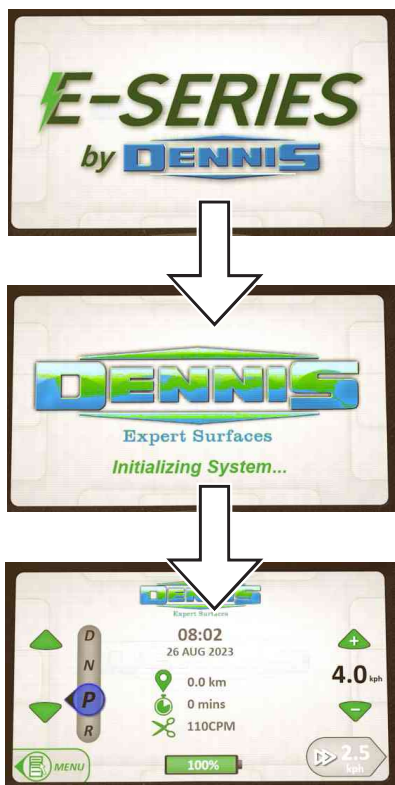

Fig. 13C - Secuencia de inicio
3. La pantalla mostrará una secuencia de inicio (Fig. 13C) antes de que aparezca la pantalla de inicio (Fig. 7).